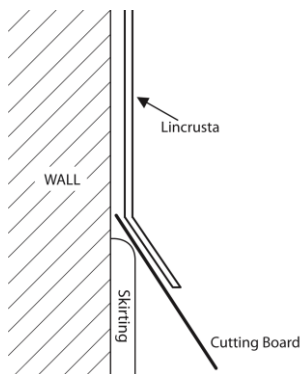

Fig. 1.
8. Para dar el acabado al borde inferior, haga una marca a cada lado del papel Lincrusta y nivele con la parte superior del rodapié o zócalo. Coloque la tabla de cortar detrás de Lincrusta apoyada en la pared y corte de marca a marca usando un cuchillo y una regla. Repita en la parte superior. Véase Fig. 1.